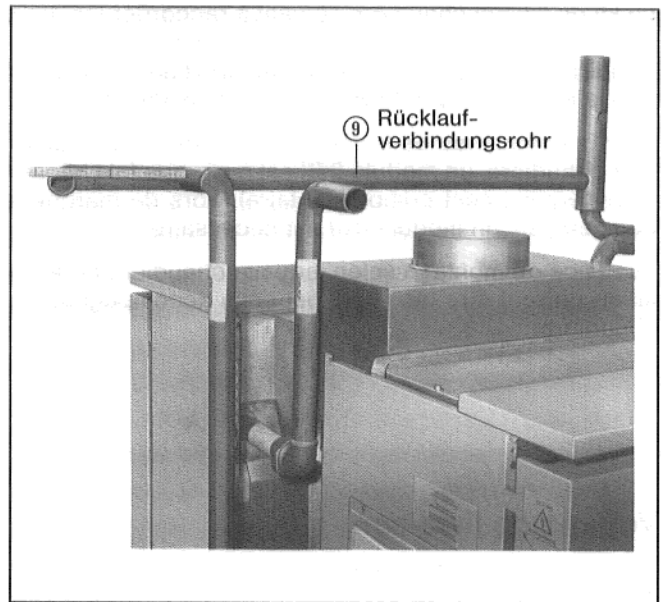

Abb. 4
7. Vorlauf- und Rücklaufverbindungsrohr ⑦ ⑨ durch Kürzen anpassen (Abb. 4 u. 5).